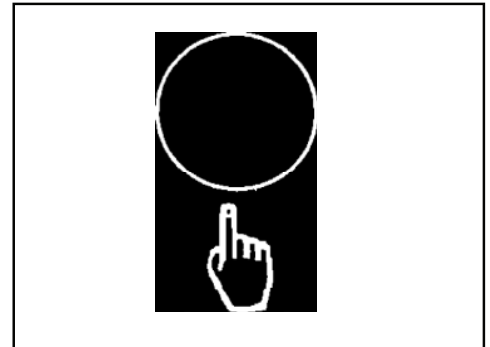

Figure 33
5. Le tableau de commande avant de machine est équipé d'un bouton One Touch (voir figure 33) qui est pré-programmé selon le débit d'écoulement de la solution et selon la pression d'applique sur les brosses par défaut. Appuyez brièvement sur ce bouton One Touch pour utiliser ces réglages. **REMARQUE** : Si ces réglages ne sont pas adaptés à vos besoins, consultez la page 46 ou la section « Utilisation du bouton One Touch ».